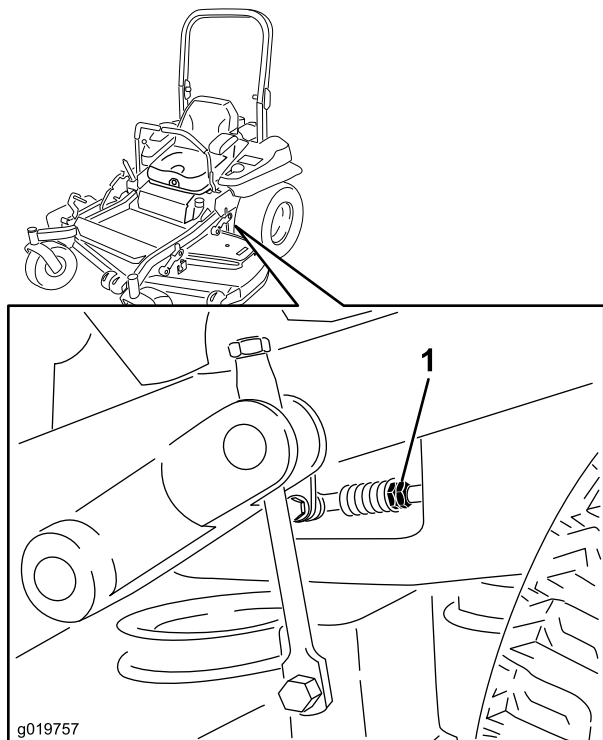

Bild 86
7. Stellen Sie die Fahrtriebshebel in die Neutral-Stellung. Stellen Sie die Länge der Pumpstange ein, indem Sie die Doppelmuttern an der Stange so weit in die entsprechende Richtung drehen, bis sich das Rad leicht zurückdreht (Bild 86). Stellen Sie die Fahrtriebshebel in die Rückwärtsstellung und üben Sie etwas Druck auf den Hebel aus, damit die Federn die Hebel wieder in die Neutral-Stellung bringen. Das Rad darf sich nicht mehr drehen, kann sich aber leicht rückwärts drehen.